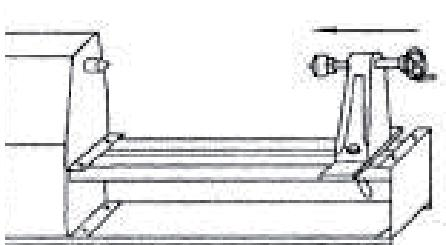

Рис. 12
1. Подвиньте заднюю бабку вплотную к вращающемуся центру (рис. 12а).
3. Ослабьте 4 болта под шестигранный ключ вокруг вращающегося центра (рис. 12б).
Рис. 12б